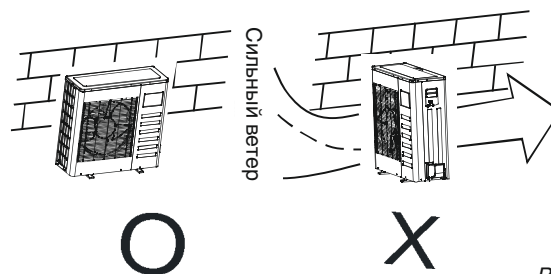

Рис. 6-1
- При установке в месте воздействия сильного ветра (например на морском побережье) обеспечьте нормальную работу вентилятора, расположив блок вдоль стены, либо используйте защитный экран. (См. рис. 6-1)